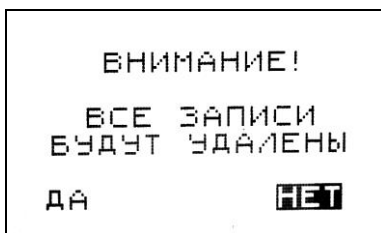

Рис. 17
- клавишами "Стрелка вверх" и "Стрелка вниз" установить курсор на надпись "ОЧИСТКА ПАМЯТИ" и нажать клавишу "Ввод". На индикаторе появится предупреждающее сообщение (Рис. 17)